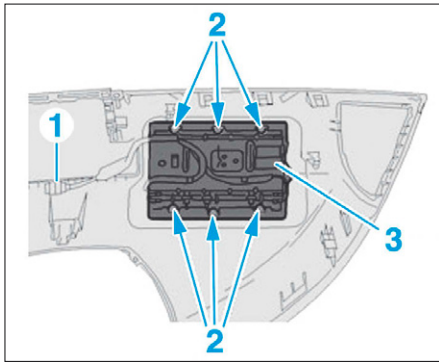

FIG. 3
- Débrancher le connecteur (1) (Fig.3).
- les vis (2),
- l'airbag frontal passager (3).